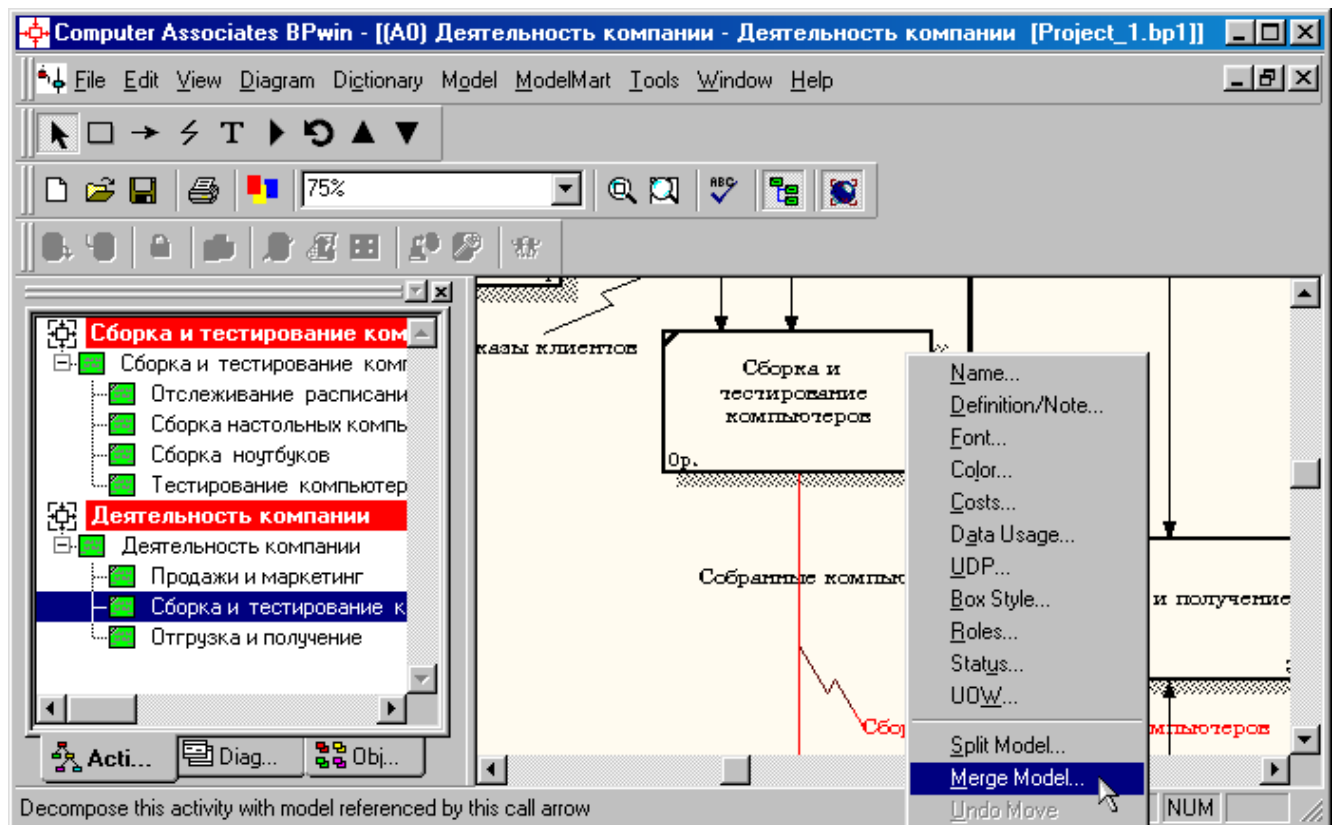

Рисунок 5.6 - Пункт контекстного меню **Merge model**
- 2 Правой кнопкой мыши щелкните по работе "Сборка и тестирование компьютеров" и выберите в контекстном меню опцию **Merge model** (рисунок 5.6).